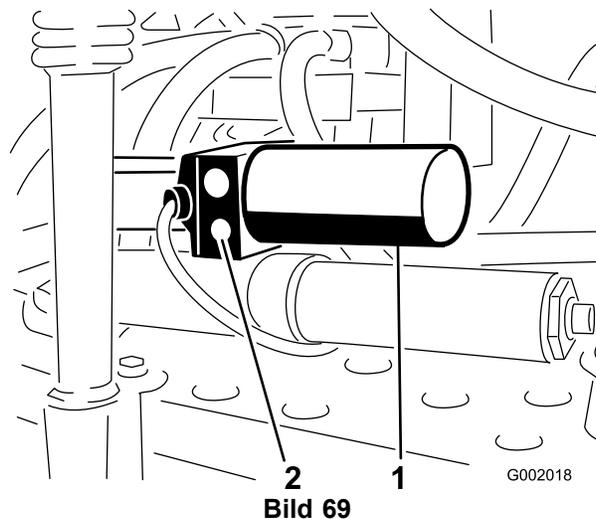

Bild 69
1. Ermitteln Sie das manuelle Überdruckventil am Aktuator jedes Auslegers. Das manuelle Überdruckventil ist das kleinste Ventil. Es befindet sich nur an einer Seite des Aktuators (Bild 69).